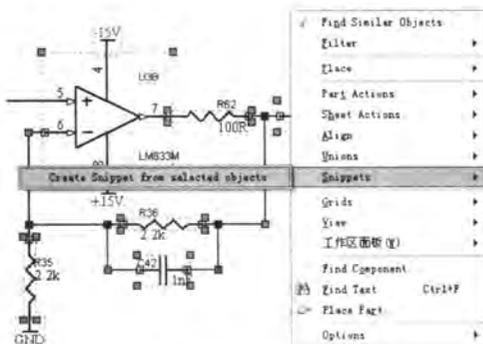

图 4-33 创建摘录
- [2] 单击鼠标右键，在系统弹出的菜单中执行【Snippets】/【Creat Snippet from selected objects】命令，如图 4-33 所示。